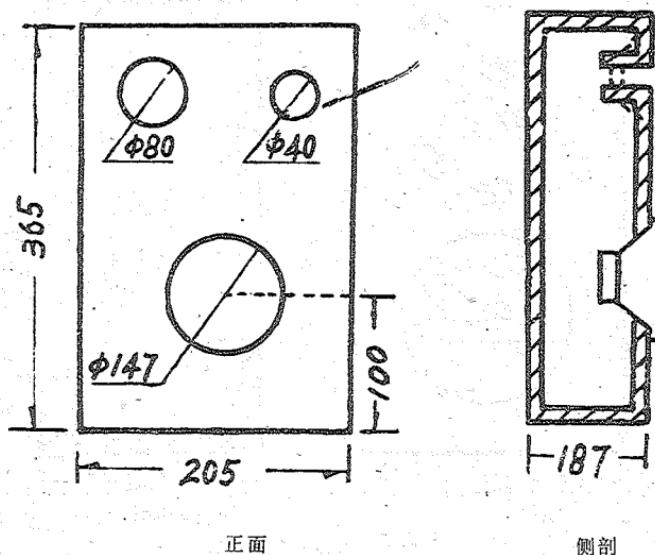

图 4 YZ 52—2 A 型音箱
2. 身历声音音箱 型号: YZ 52—2A型。尺寸如图4所示。结构: